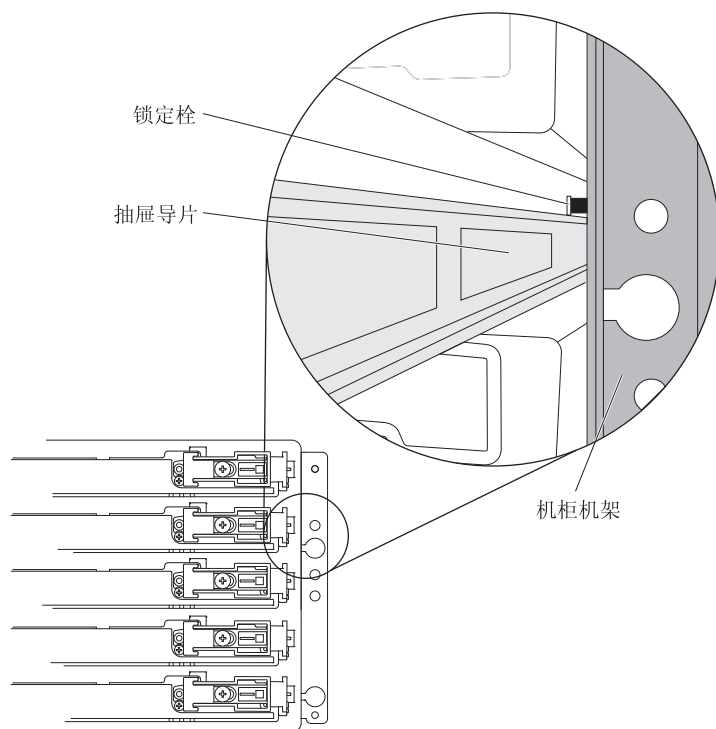

图 89. 位于抽屉导销上方的锁定滚轮
- 在存储扩展机柜的前部, 将新的驱动器抽屉安装到插槽中, 确保锁定滚轮位于抽屉导销的顶部。锁定滚轮是连接到机架的一个小定位部件。图 89 显示了从机柜前部看到的锁定滚轮的位置。